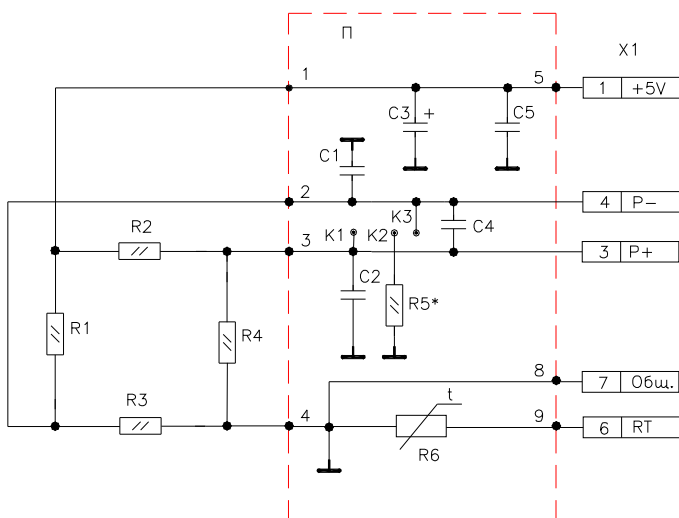

Рисунок 3 - Преобразователь усилия ПрУ-028. Схема электрическая принципиальная
2.2.2 ПрУ-028 (см. рисунок 3) представляет собой тензометрический мост (R1-R4), наклеенный на стальное основание, которое растягивается под воздействием усилия.